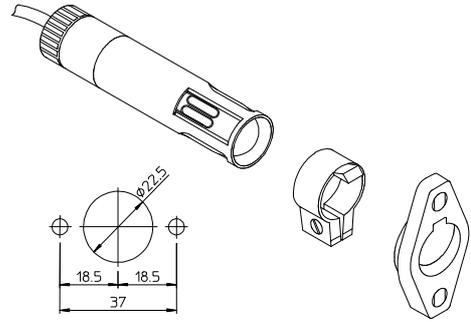

Fig.2
- **UV1** fototubo standard (Fig.2);